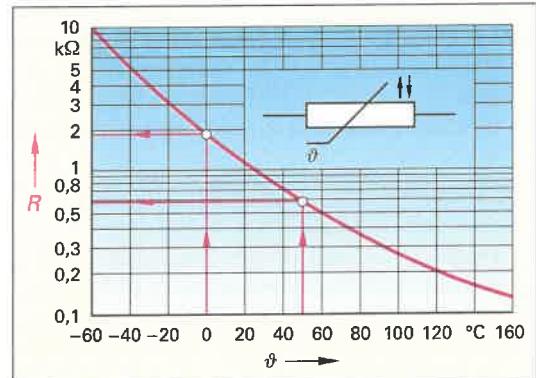

Bild 2: Kennlinie eines NTC-Widerstandes Heißleiter
d) Ermitteln Sie den Widerstandswert des Heißleiters (**Bild 2**), wenn die Temperatur auf $50\text{ }^\circ\text{C}$ ansteigt.